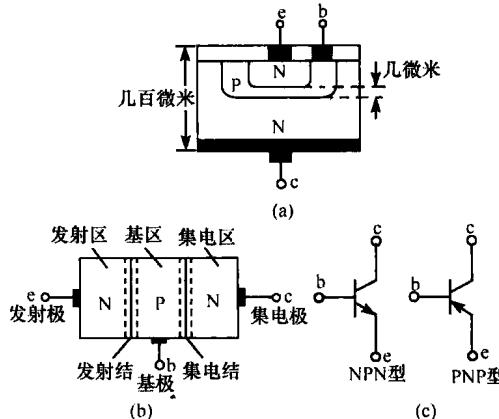

图 1-2 晶体管的结构和符号
(2) 从结构上分为两种类型: NPN 和 PNP。
(3) 结构和符号如图 1-2 所示, 以后以 NPN 为例进行分析。